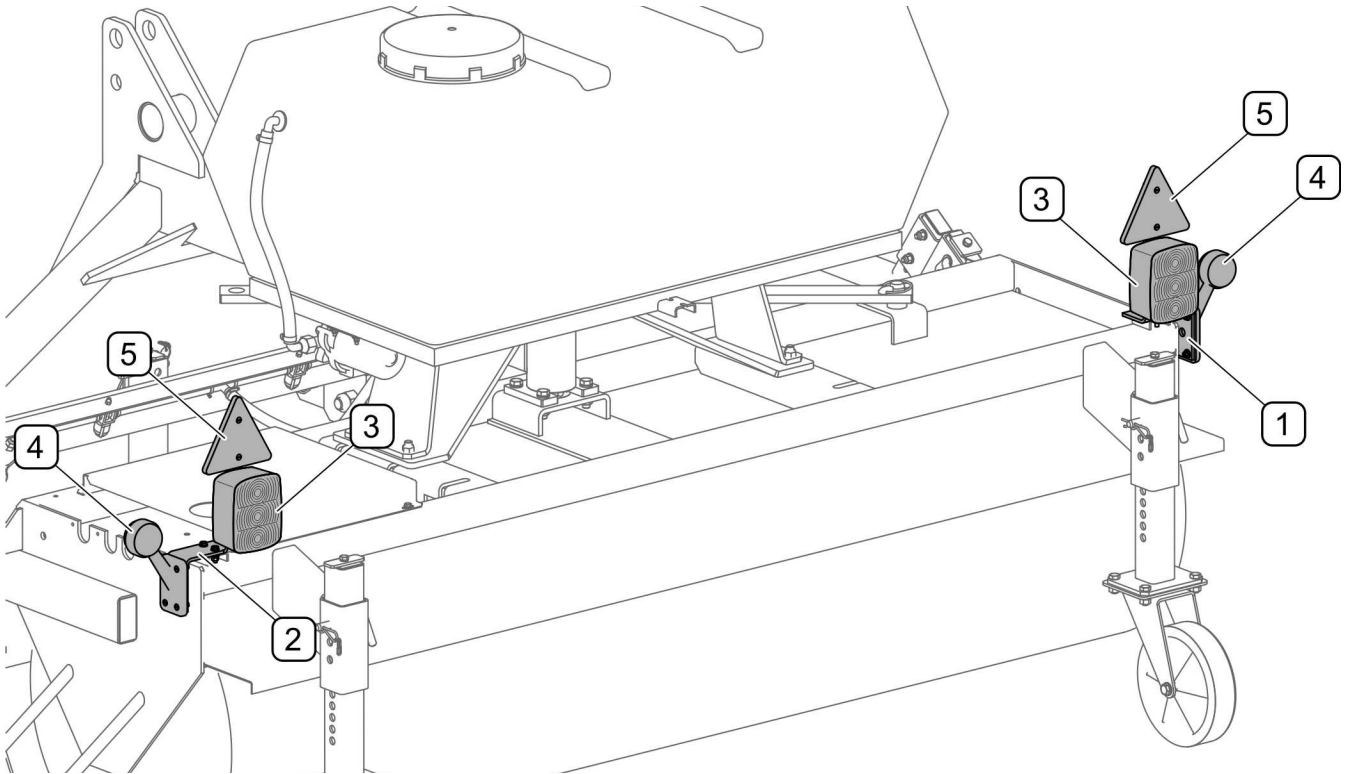

РИСУНОК 4.12 Додаткове освітлення, встановлене на задній частині підмітальної машини (опція)
(1) - кронштейн; (2) - табличка для тихого руху (не входить в комплектацію машини)
- Якщо підмітальна машина закриває освітлення тягача, слід використовувати додаткове освітлення (РИСУНОК 4.12), встановлене на задній частині підмітальної машини (доступно як опція).